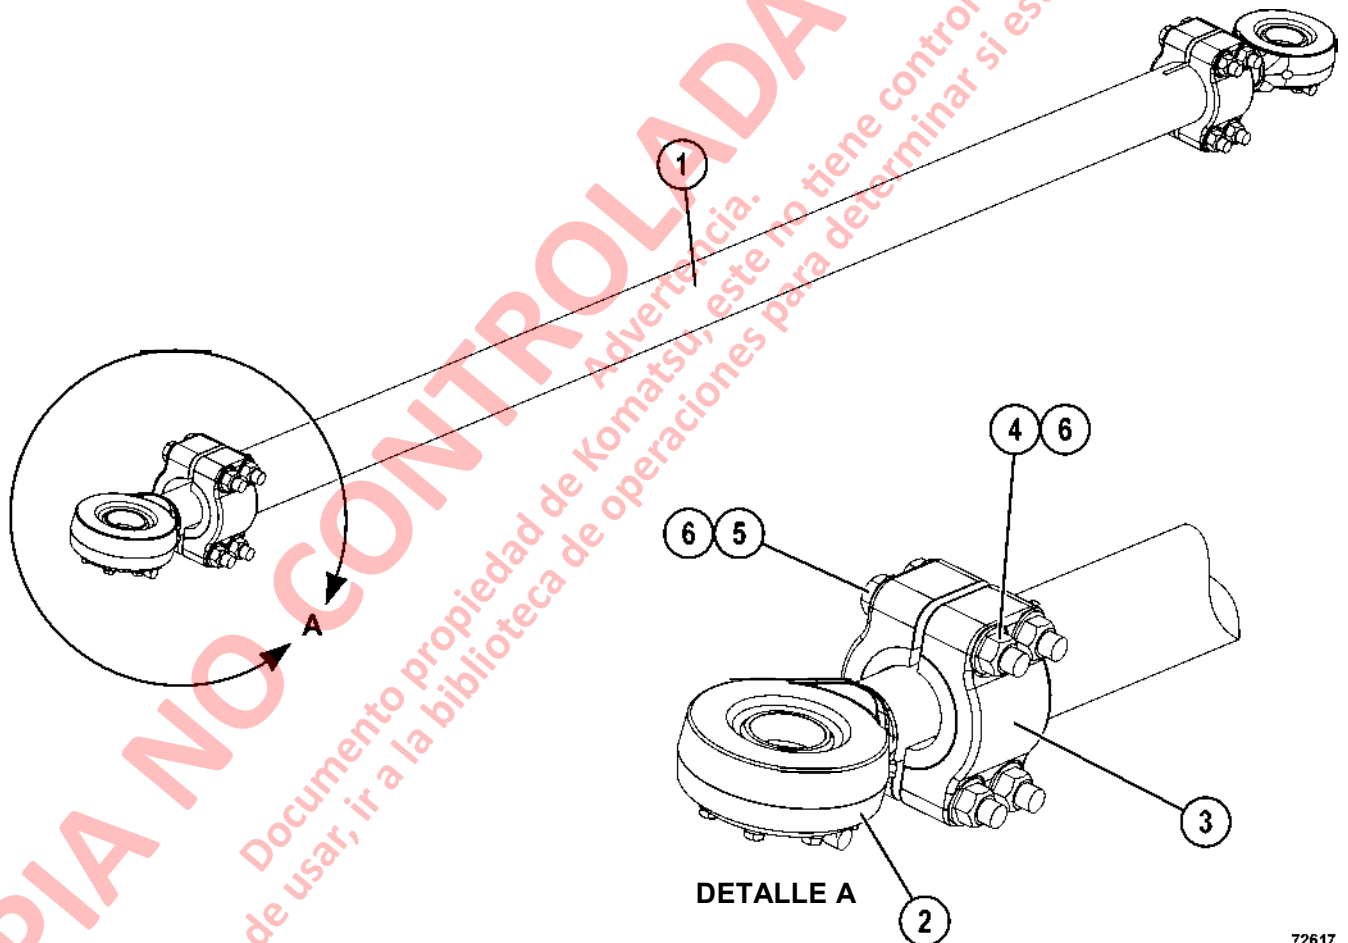

FIGURA 3-17. CONJUNTO DE NUEVO ENLACE DE VÁSTAGO
- a. Afloje las tuercas de fijación (4, figura 3-17) en el tirante. Gire la estructura de enlace de lazo como sea necesario para obtener el ajuste correcto de enlace de convergencia de 3 667 mm (144.37 in.).
- b. Asegúrese de que los pernos (5) son paralelos al suelo como se muestra, y el espacio entre las abrazaderas (3) esté alineada con la ranura en la estructura del vástago de enlace.
5. Apriete los pernos (5, figura 3-17) a **1017 ± 102 Nm (750 ± 75 ft lb)**.